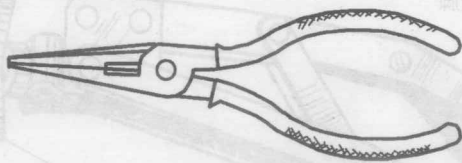

图 1-12 尖嘴钳
5. 尖嘴钳 如图 1-12 所示,在较小的工作环境夹捏细小工件、拔开口销等。尖嘴钳也有铁柄和绝缘柄两种,绝缘柄的多用于电工、电器,其规格有 130mm、160mm、180mm 和 200mm 四种,常用的为 130mm 和 160mm 两种。